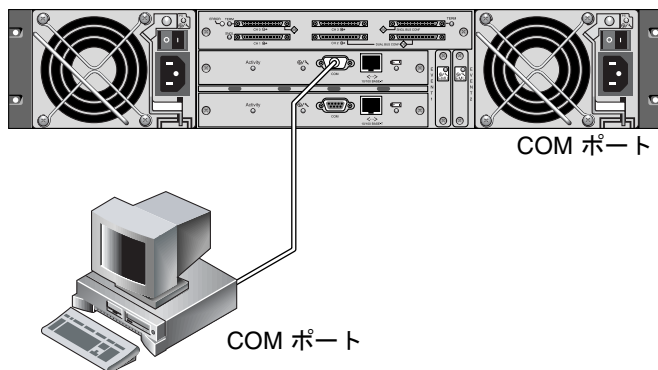

図 5-3 ワークステーションのシリアル ポートにローカル接続された RAID アレイ COM ポート
1. RAID アレイ COM ポートを Solaris ワークステーションのシリアル ポートに接続します（図 5-3 を参照）。